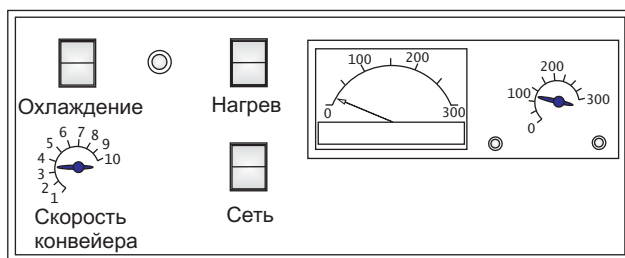

Рис. 2
- 5.6. На передней панели блока управления (рис.2) включить клавишу “Сеть” (должна загореться световая индикация и заработать конвейер).